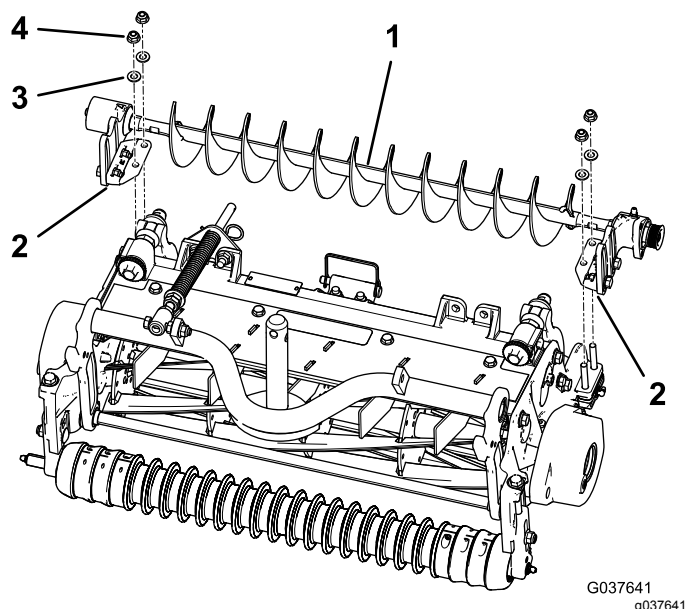

図 9
- 左または右ローラブラシアセンブリ取り付けブラケットを、ローラブラケットボルトにセットする 図 9。